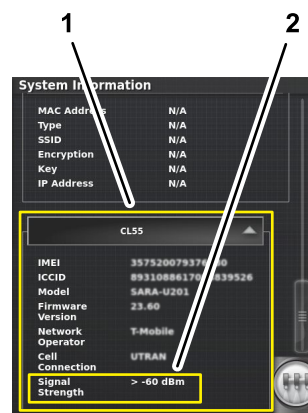

Figura 211
2. Nella schermata Informazioni di sistema, utilizzate la barra di scorrimento per navigare all'icona CL55 (Figura 211).
3. Premete l'icona CL55 per visualizzare le informazioni sulla potenza del segnale. (Figura 211), e verificate che la potenza del segnale del modem sia compresa tra -60 dBm e -99 dBm.